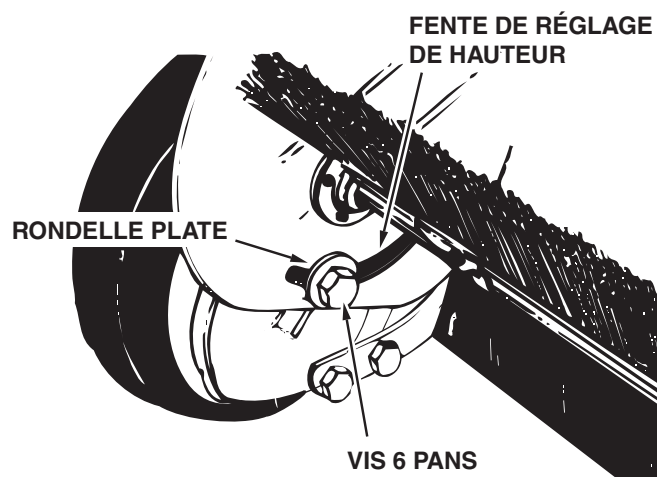

FIGURE 24
2. Vérifiez le bon état des pièces, en particulier les balais et les roues. Voir la figure 24.